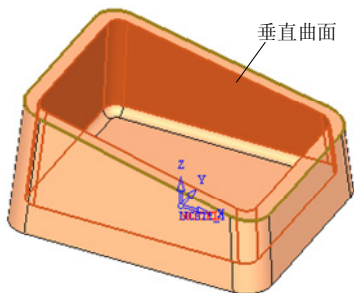

图 5-171 选择垂直曲面 (2)
- 在“几何”框中单击“垂直曲面”按钮，选择如图5-171所示的曲面为垂直曲面，然后单击鼠标中键确定，返回“侧刃铣控制面板”对话框。